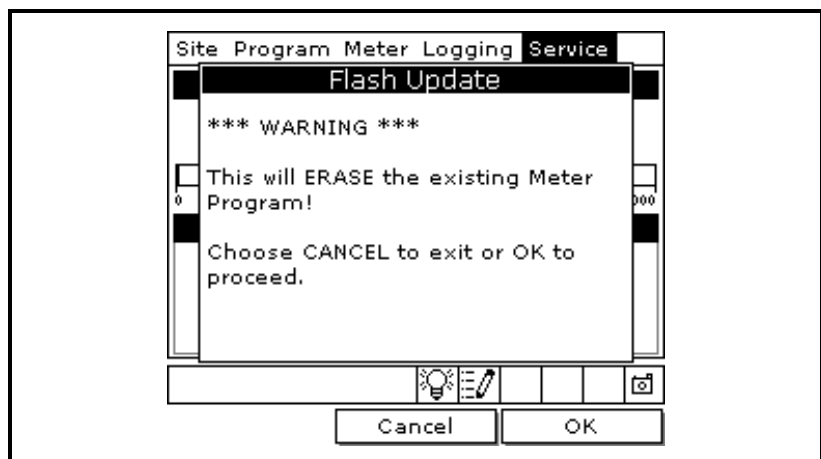

Figura 5-5: La ventana de Flash Update
3. Use las teclas de flecha para desplazarse a **Flash Update** y oprima [ENTER]. La pantalla se parece a la Figura 5-5 a continuación.
4. Oprima [F3] (OK) para confirmar que desea borrar el programa.
5. El medidor pide confirmación. Oprima [F3] (OK) para continuar con la actualización.